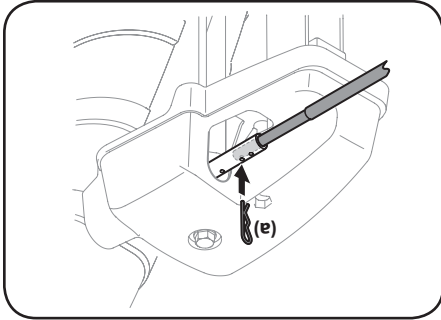

Figure 2-27
- Poussez la tige de commande de la goulotte vers le panneau de bord jusqu'à ce que le trou de la tige soit aligné avec le trou du milieu sur l'entrée de la commande, puis insérez la goupille fendue (a). Voir la Figure 2-27.